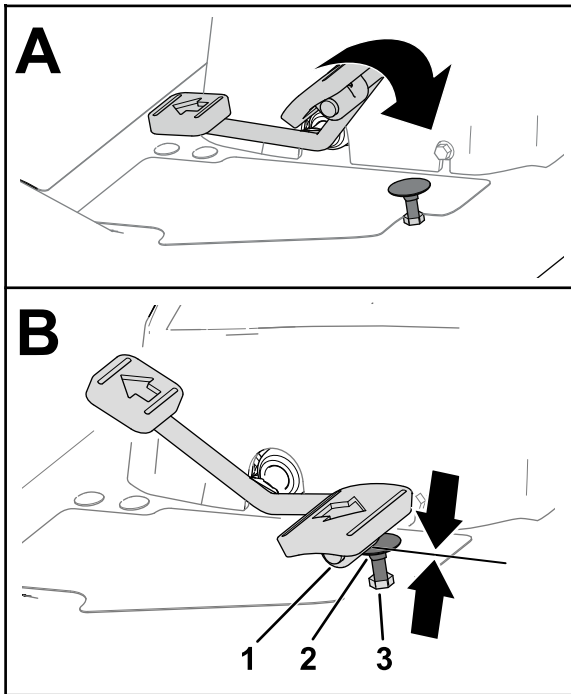
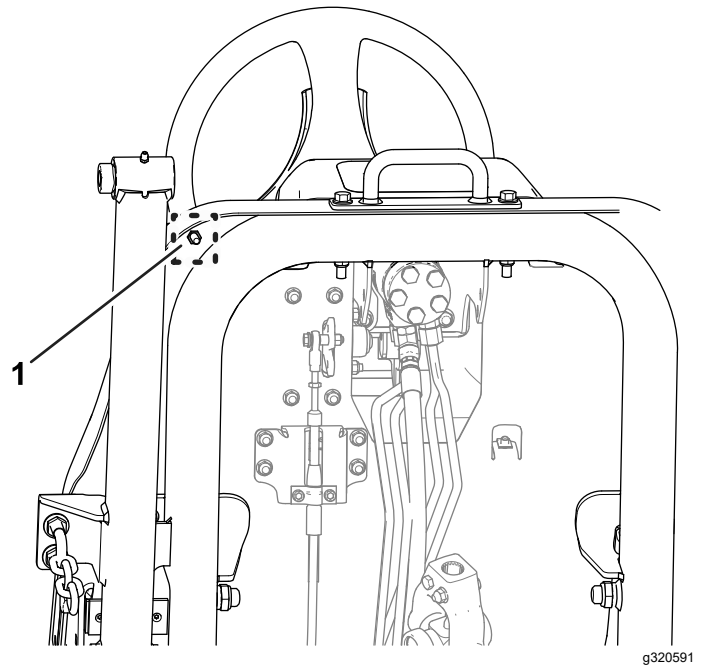

Figura 81
Figura 82
1. Deplasați maneta de traciune complet în faă (Figura 81).
- A. Susinei opritorul pedalei de traciune (Figura 81) cu o cheie.
- B. Slăbiți contrapiulița de la partea inferioară a plăcii suportului pentru picioare (Figura 82).
- C. Deplasai pedala de traciune în poziia complet în faă (Figura 81).
- D. În timp ce susinei opritorul pedalei de traciune, reglai contrapiulița care se află deasupra plăcii suportului pentru picioare (Figura 81) până când pedala de traciune intră în contact cu opritorul.
- F. În timp ce susinei opritorul pedalei de traciune, strângei contrapiulița de la partea inferioară a plăcii suportului pentru picioare (Figura 81 i Figura 82) la un cuplu de 37 - 45 Nm.